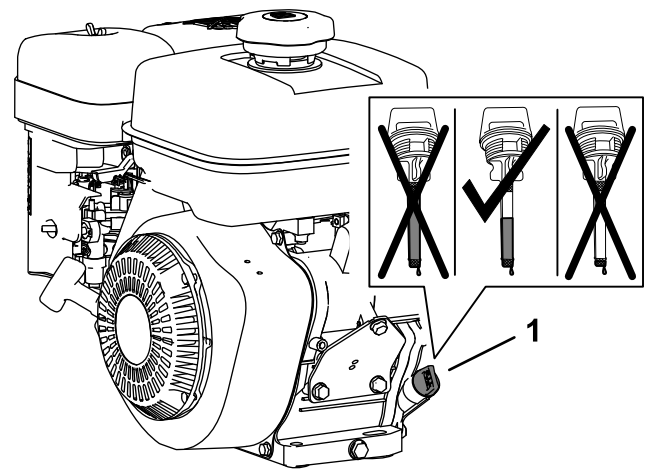

Figura 15
1. Retire la varilla del cuello de llenado del motor y límpiela con un trapo (Figura 15).
2. Vierta lentamente 0,6 litros del aceite especificado en el cárter del motor a través del cuello de llenado (Figura 15).
4. Retire la varilla del cuello de llenado y observe el nivel de aceite en la varilla (Figura 15).
Nota: El nivel del aceite del motor debe cubrir entre las áreas marcadas en la varilla (Figura 15).
6. Apriete a mano la varilla en el cuello de llenado (Figura 15).